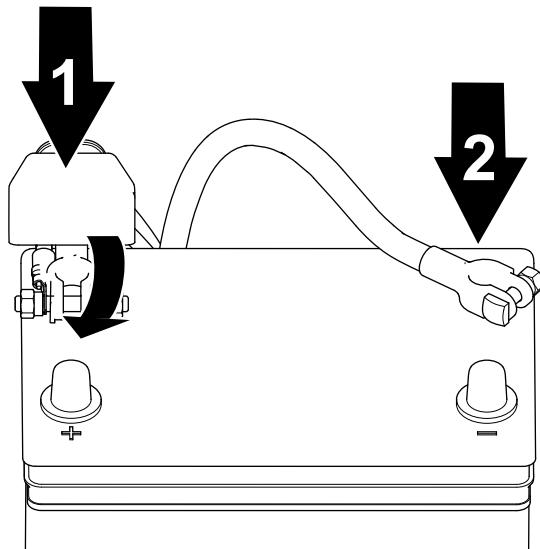

Figura 38
1. Ligue o cabo positivo à bateria e aperte a porca do grampo da bateria (Figura 38).